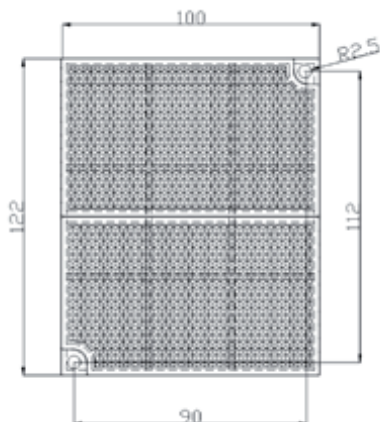
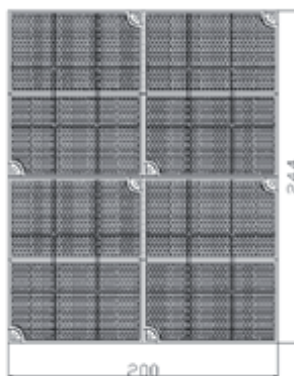

Fig. 11a
Fig. 11b
3) Montando o Refletor: O refletor é montado em uma superfície oposta e alinhados com o detector. Quando a distância entre detector e refletor fica entre 8m e 40m, um refletor é o suficiente. Quando a distância entre eles está entre 40m e 100m, são necessários quatro refletores. Cada refletor é fixado com dois parafusos de $\varnothing 6$. Tamanhos da montagem são mostrados na Fig. 11a. Se for necessário instalar quatro refletores eles devem ser montados como mostrado na Fig. 11b.